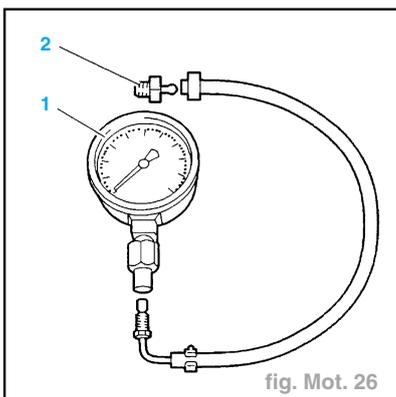
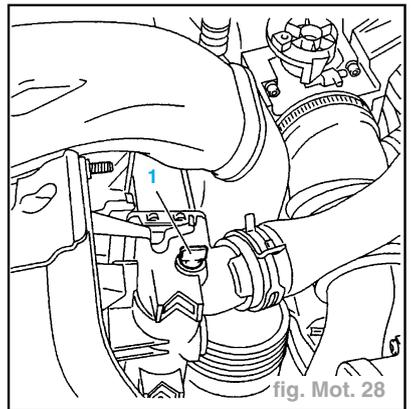

fig. Mot. 26
fig. Mot. 28
- Désaccoupler la durit (4) : utiliser une pince à collier (réf. : 4145-T).
- Déconnecter le manocontact (3).
- Déposer le manocontact de pression d'huile (3) ; à l'aide d'une douille de **22 mm** (réf. : 5709-TB2).
- Monter le raccord (2) (fig. Mot. 26).
**Nota :** Sans réfrigération, la dépose du manocontact de pression d'huile (1) s'effectue par le dessus à l'aide d'une douille de **22 mm**.
- Monter le raccord (2) (figure Mot. 26).
- Brancher le manomètre (1) et son flexible sur le raccord (2).
- Accoupler les durits (2) (sur véhicules avec réfrigération).
- Désaccoupler les durits (2) (sur véhicules avec réfrigération).
- Déposer le manomètre (1) et son raccord (2).
- Ouvrir la vis (1) d'un quart de tour (fig. Mot. 28).